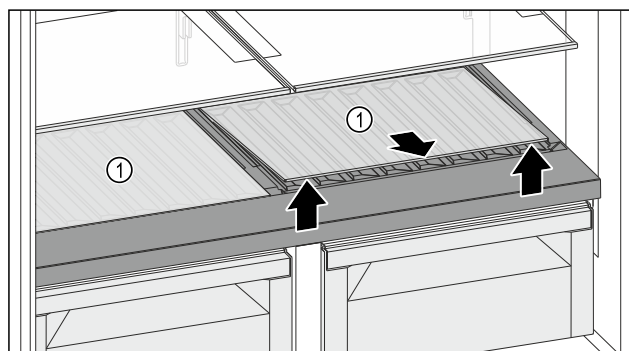

Fig. 120
- ▶ Приподнимите одну или обе стеклянные пластины Fig. 120 (1) за выемку спереди и извлеките.
- ▶ Уложите стеклянную пластину (стеклянные пластины) Fig. 120 (1) на хранение вне устройства.